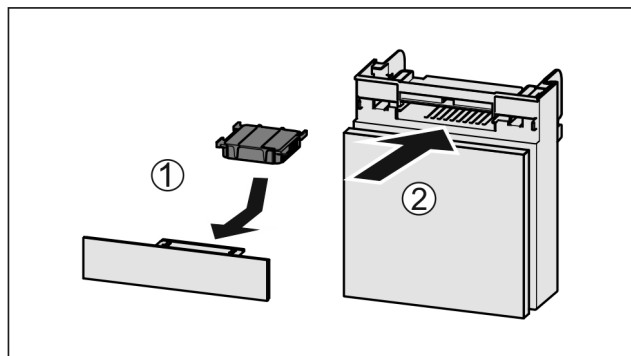

Fig. 159
- Insérer le filtre à charbon actif d'après le schéma Fig. 159 (1).
- Insérer le compartiment Fig. 159 (2).